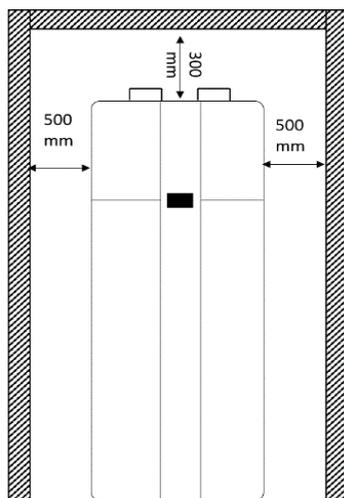

Figura 8 - Distancia mínima a las paredes para unidad sin conductos
- Deben respetarse las distancias mínimas descritas en la figura 8.